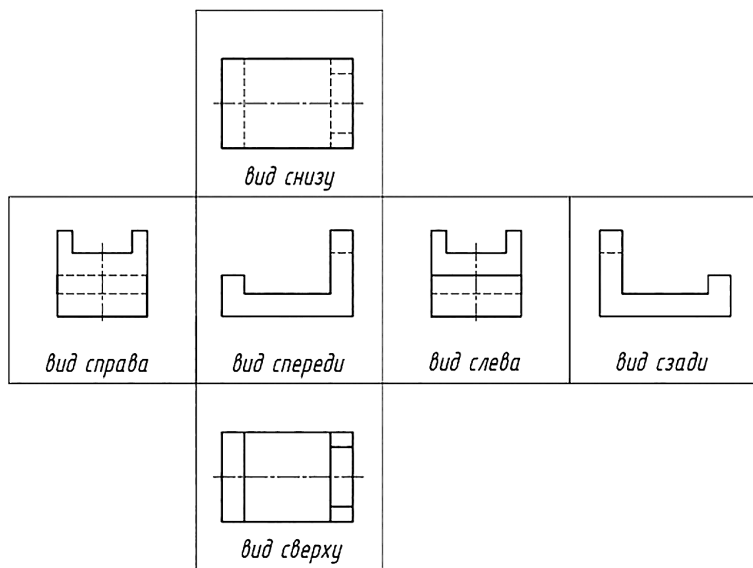

Рис. 50
*Основные виды.* Основные виды образуются при проецировании предмета на основные плоскости проекций (рис. 50). ГОСТ 2.305—2008 устанавливает шесть основных видов: